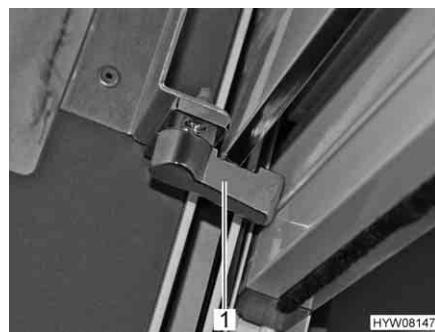

Fig. 19 Chiusura di sicurezza oscurante a rullo
- Sui entrambi i lati, ruotare spingendo indietro (Fig. 19) la chiusura di sicurezza (Fig. 19,1).